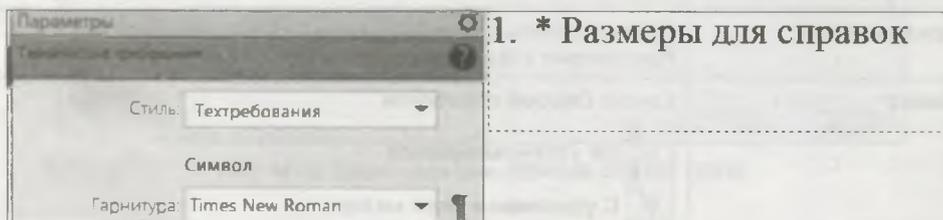

Рис. 14.13. Часть главного окна системы в режиме ввода технических требований
- ◆ из **Строки Главного меню** вызовите команду **Оформление ▶ Технические требования ▶ Задать/Изменить** — система перейдет в режим ввода технических требований (рис. 14.13). С левой стороны появится панель **Параметры: Технические требования** в режиме ввода текста, а с правой стороны — окно для ввода/редактирования текста. Основные отличия данного режима — это оранжевый цвет вкладки и заголовка панели **Параметров** и значок режима